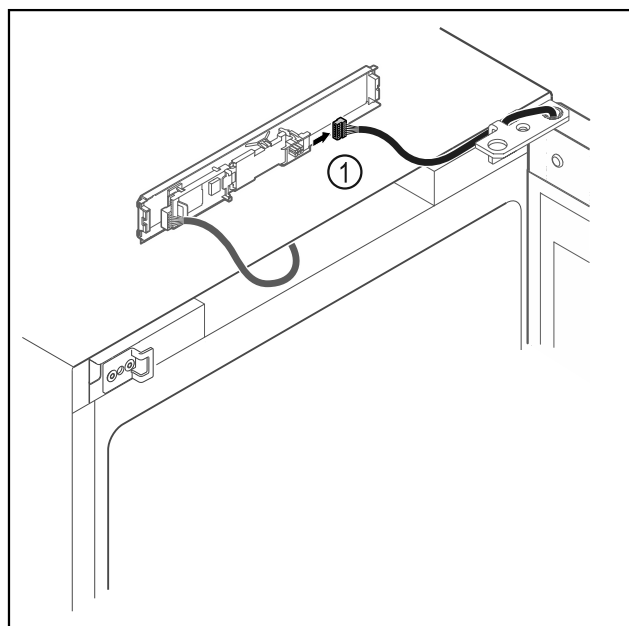

Fig. 20
- ▶ Извадете щекера Fig. 20 (1) от платката.